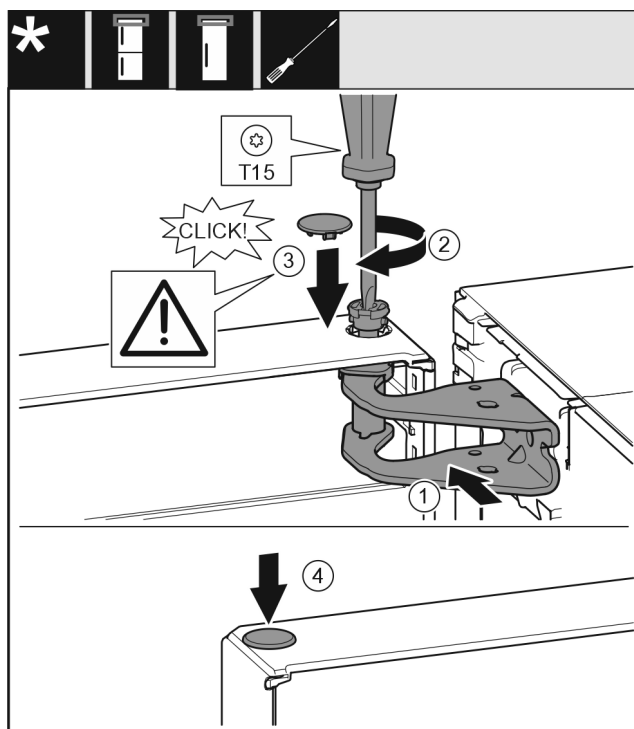

Fig. 34
- Allineare la porta superiore all'apertura nella staffa di supporto Fig. 34 (1).
- Inserire i perni Fig. 34 (2) e stringerli con un cacciavite.
- Inserire la copertura Fig. 34 (3).
- Controllare che la copertura Fig. 34 (3) poggi sulla porta.
- Inserire la copertura Fig. 34 (4).